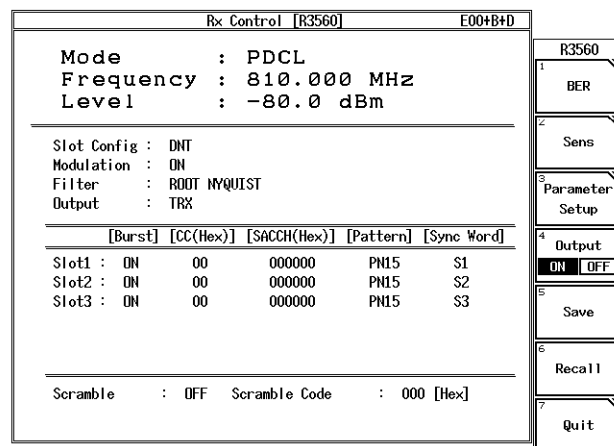

図 3-2 初期画面 (R3560 モード)
**ADVANCE, Rx Control [R3560]** と押すと、R3267 シリーズは、R3560 コントロール・モードとなり、図 3-2 の初期画面が表示され、以降 R3560 の設定および測定が可能となります。